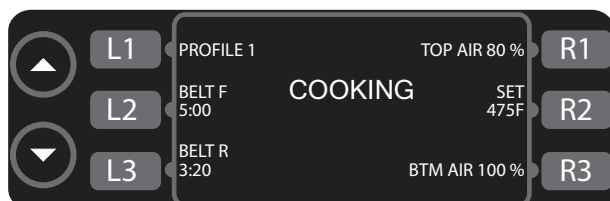

Figura 9: La pantalla cooking [cocinar]
1. En la Figura 9, presione la tecla adyacente a la banda transportadora que desea ajustar (presione L2 para la banda frontal [Belt F] o L3 para la banda posterior [Belt R]).
1. Presione R2 (Figura 9, página 13) para acceder a los controles de temperatura.
1. Presione R1 (Figura 9, página 13) para acceder a los controles de aire arriba, o R3 para acceder a los controles de aire abajo.